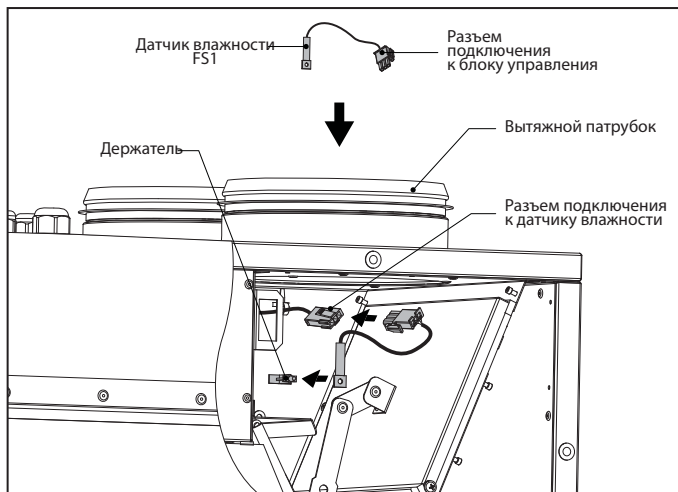

Рис. 10. Монтаж датчика влажности FS1
**МОНТАЖ ДАТЧИКА ВЛАЖНОСТИ FS1 (рис. 10).**